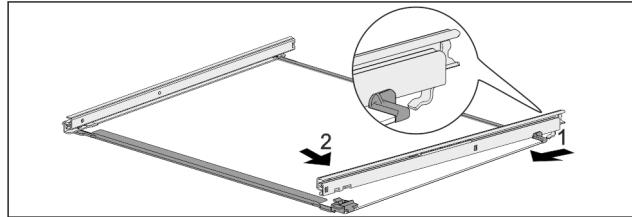

Fig. 140 Skleněná deska s kolejničkami
- Zahákněte kolejničku vzadu. Fig. 140 (1)
- Zaklapněte kolejničku vpředu. Fig. 140 (2)